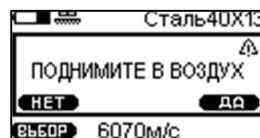

Рисунок 2.13 – Инструкция «ПОДНИМИТЕ В ВОЗДУХ»
4. Поднять преобразователь в воздух, согласно инструкции, на дисплее прибора «ПОДНИМИТЕ В ВОЗДУХ» (рис. 2.13), после чего подтвердить выполнение действия нажатием клавиши «».